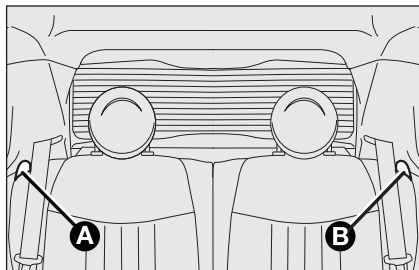

fig. 49
- actionner les leviers **A** ou **B**-fig. 49 pour débloquer respectivement la partie gauche ou droite du dossier et replier le dossier sur le coussin.
- actionner les leviers **A** et **B**-fig. 49 pour débloquer les dossiers et les replier sur les coussins.